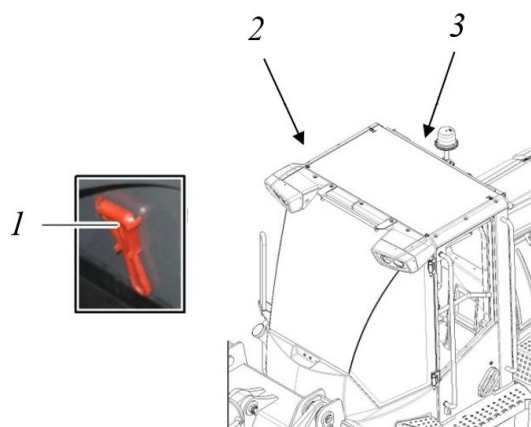

Рисунок 3.16. Использование молотка на случай аварии
- В зависимости от ситуации разбить молотком 1 правое 2 или заднее 3 окна, см рис. 3.16.